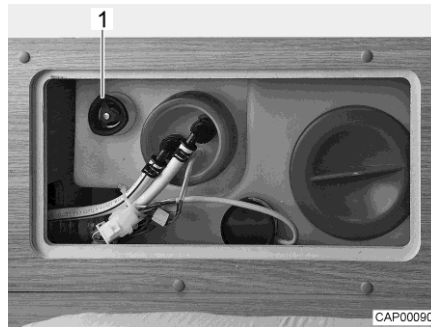

Bild 94 Wassertank mit Drehgriff
- Auf dem Wassertank den Drehgriff (Bild 94,1) entgegen dem Uhrzeigersinn über den Widerstand hinaus bis zum Anschlag drehen, um die Ablauföffnung vollständig zu öffnen.